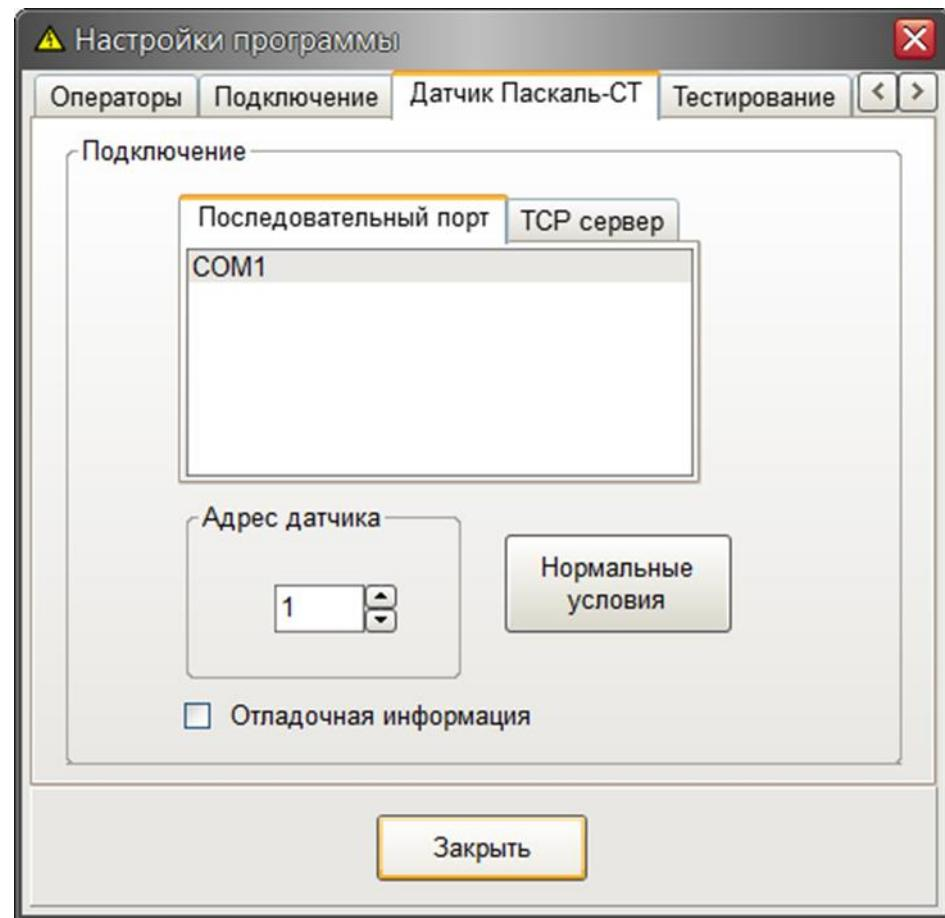

Рисунок 9 – Ввод номера порта для датчика «Паскаль-СТ»
10. На вкладке «Датчик Паскаль СТ» (рисунок 9) указать параметры подключения программы к датчику температуры, влажности и атмосферного давления, входящему в состав стенда: номер СОМ порта, к которому подключен преобразователь интерфейсов USB-RS485 и адрес датчика «Паскаль-СТ».